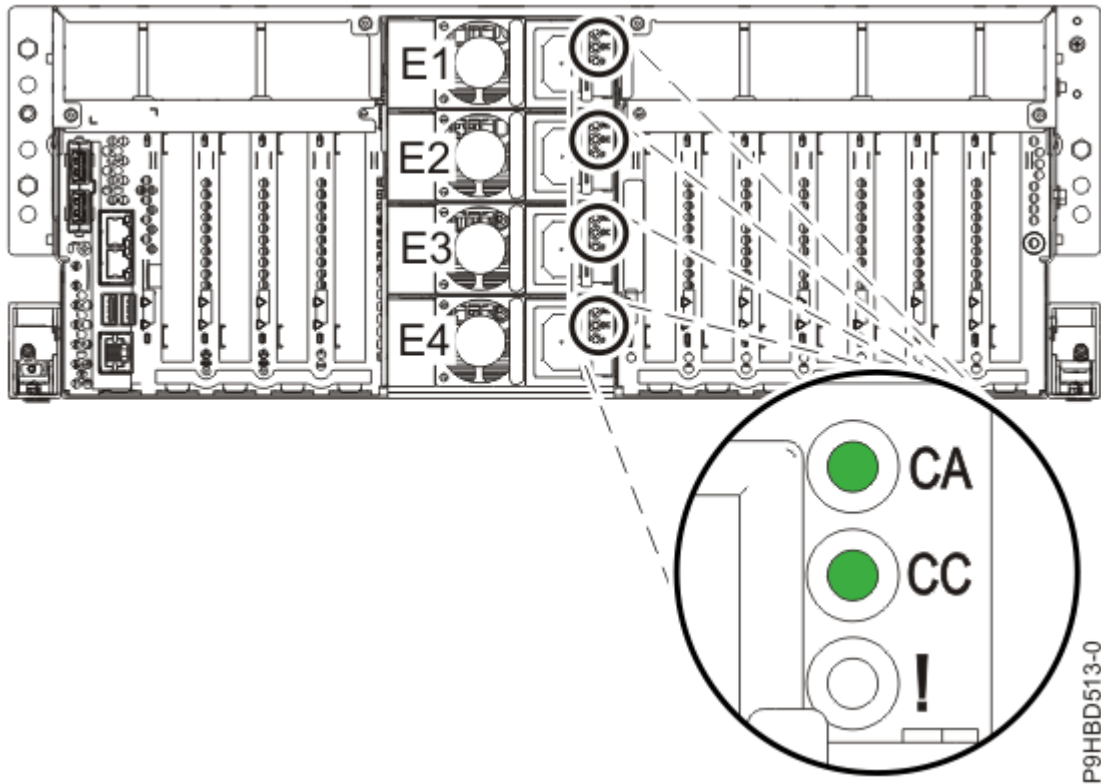
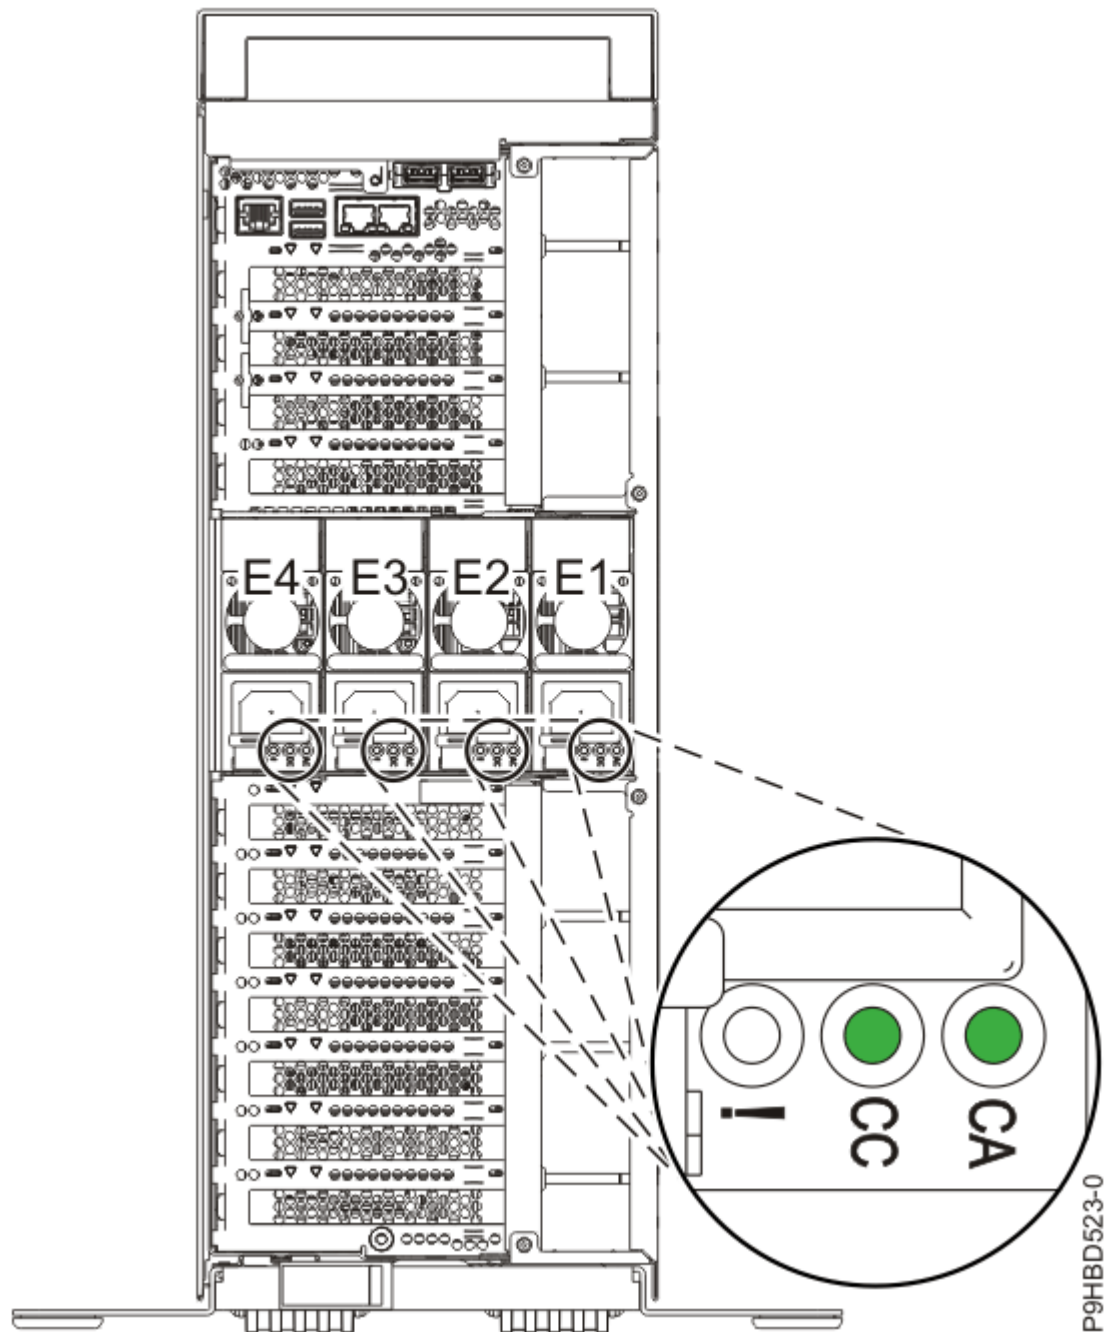

Figure 10. Voyants d'une alimentation fonctionnelle, système monté en armoire
Figure 11. Voyants d'une alimentation fonctionnelle, système autonome
5. Notez l'état des voyants sur l'alimentation remise en place (voir Figure 10, à la page 13 ou Figure 11, à la page 14).